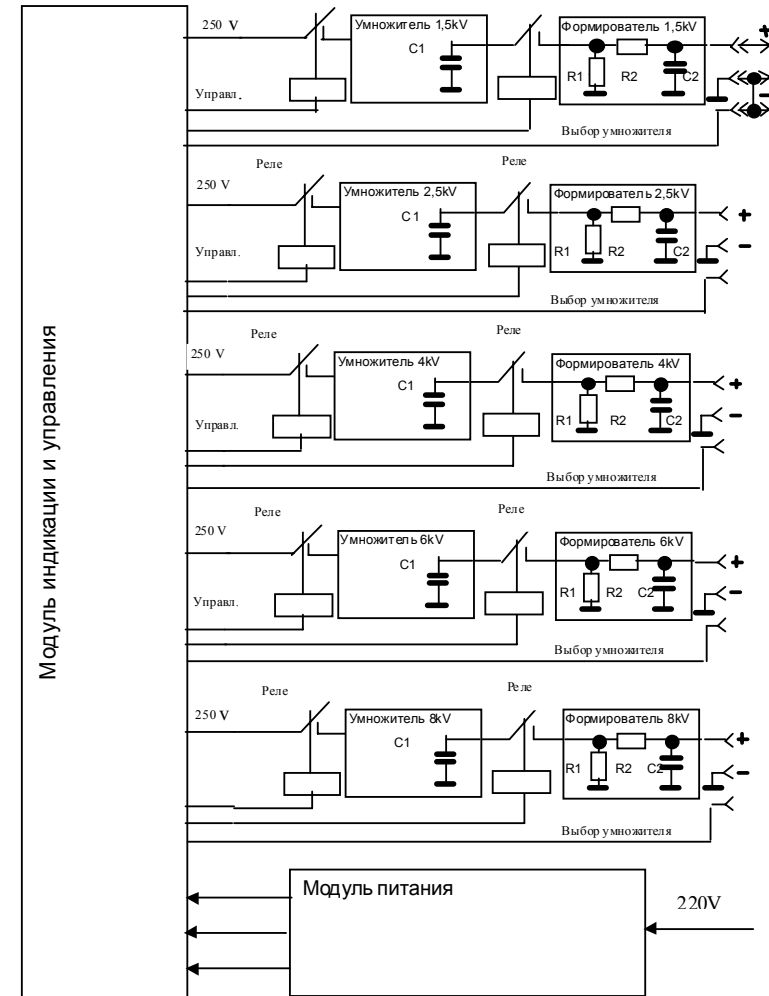

Рисунок 2
3.5.5 Функционально генератор состоит из блока питания, микропроцессорной схемы управления и индикации, умножителей напряжения и формирователей переднего и заднего фронта импульсов напряжения. Функциональная схема представлена на рис.2.